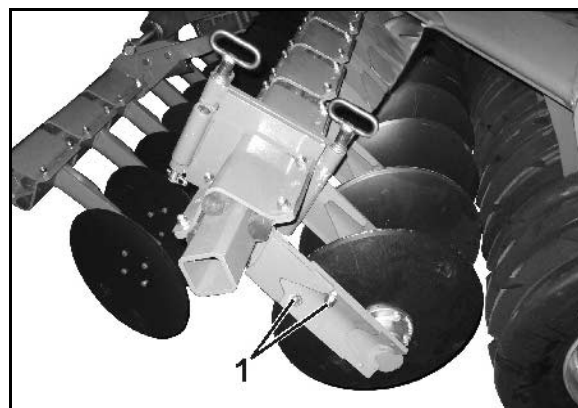

Fig. 32
2. Løsn forskruningerne (Fig. 32/1).